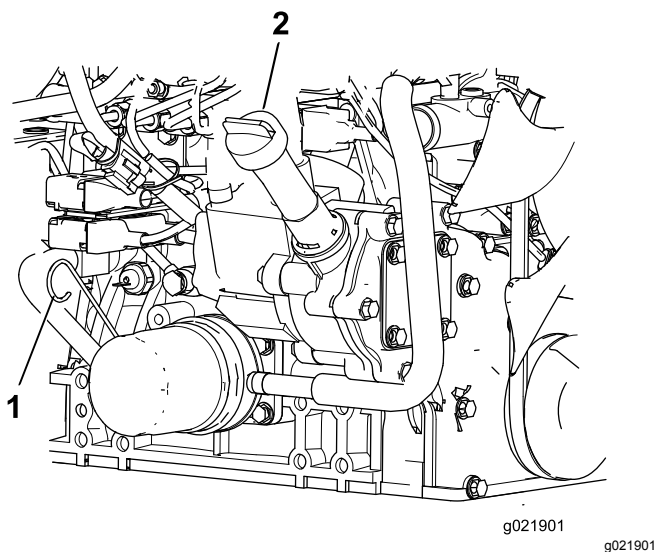

Figura 85
3. Togliete l'asta di livello, pulitela strofinandola, rimettetela nel tubo ed estraetela di nuovo. Il livello dell'olio deve essere tra la tacca PIENO e quella AGGIUNTA (Figura 85).
4. Se il livello dell'olio è basso, rimuovete il tappo di riempimento e aggiungete olio fino a quando il livello non è compreso tra la tacca di PIENO e quella di AGGIUNTA (Figura 85).